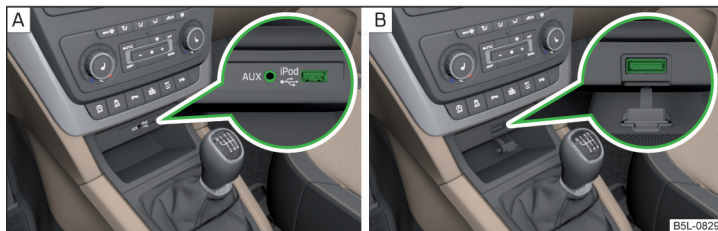

Fig. 122 Entrées AUX, USB et MDI
- Au dessus du compartiment de rangement dans la console centrale avant » fig. 122 - A.
Pour les véhicules avec une entrée USB, celle-ci se trouve au dessus du compartiment de rangement dans la console centrale avant » fig. 122 - A.
Pour les véhicules avec une entrée MDI, celle-ci se trouve au dessus du compartiment de rangement dans la console centrale avant » fig. 122 - B.